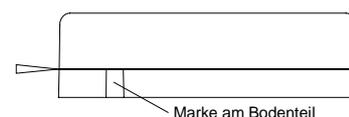

Bild 7
- Bis zur endgültigen Inbetriebnahme können die Gehäusedeckel so aufgesetzt werden, dass sich die Marken nicht ergänzen (Bild 7). So lassen sich die Deckel ohne Beschädigung wieder abnehmen.